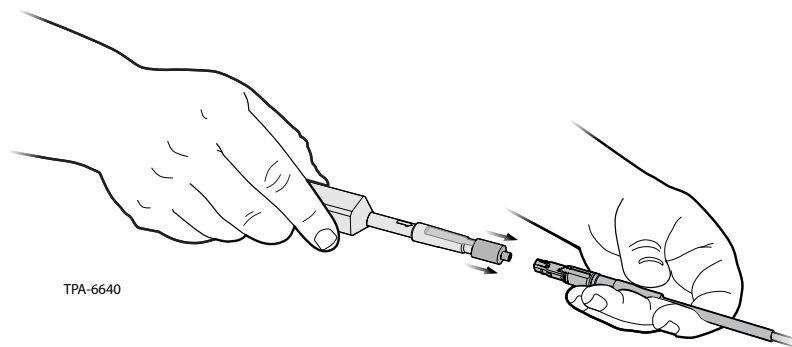

Abbildung 4
**Schritt 4:** Führen Sie die Steckverbinder-Hülse vorsichtig in den Adapter des Werkzeugs ein, bis das Werkzeug gegen das Ende des Steckverbinders stößt (Abbildung 4).